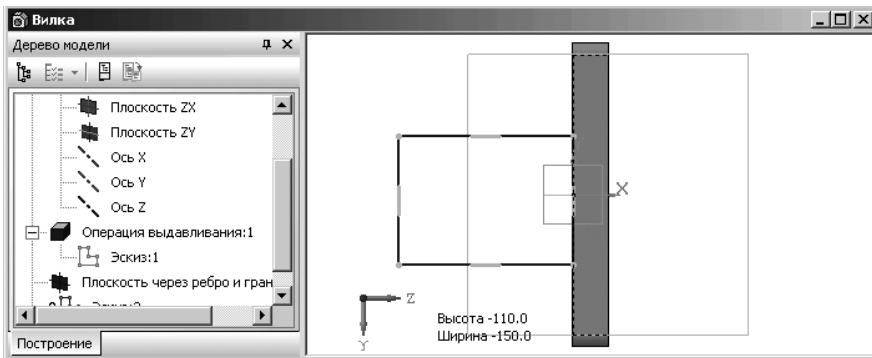

Рис. 3.51. Часть эскиза проушины
- дважды щелкните мышью на **Панели свойств: Прямоугольник** в первом поле точки  $t_1$  и введите координату (0), нажмите клавишу **Tab** и введите координату 50. Нажмите клавишу **Enter** для фиксации ввода данных для правой верхней вершины прямоугольника (0, 50);
- по предопределению поле **Ширина** будет активно, введите значение (-150) и нажмите клавишу **Enter**. Появится нужный прямоугольник – часть эскиза проушины (рис. 3.51).